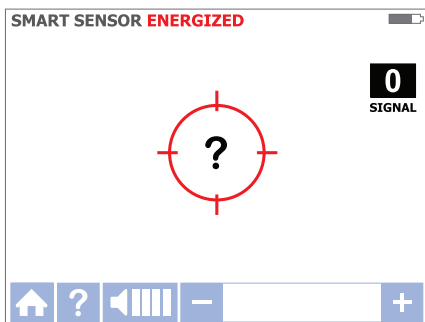

Afbeelding 3.1b
3. Selecteer de HOGE signaalmodus voor de meeste toepassingen. Het scherm verschijnt zoals weergegeven in afbeelding 3.1b.